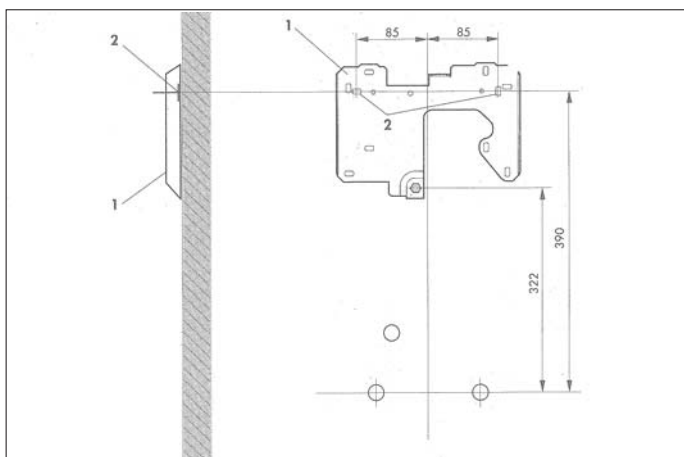

Рис. 4.4 Подсоединительные размеры
- Отожмите боковые язычки (1) и снимите вверх декоративную панель (2).
- Выкрутите винт (3).
- Снимите крышку прибора (4), подняв нижнюю часть вверх.
4.5 Навешивание прибора (рис.4.4 и 4.5)